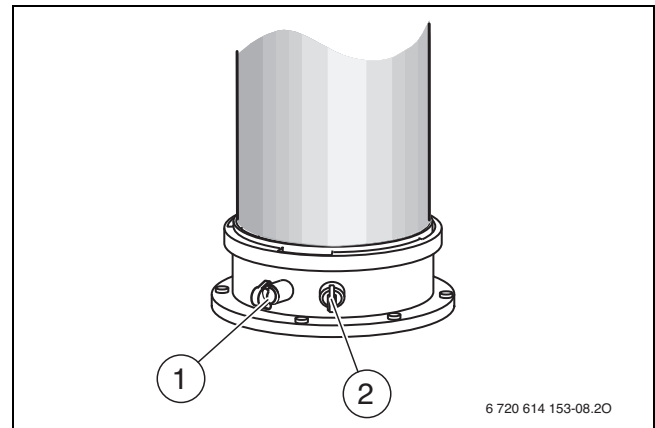

Bild 54 Abgasmessstutzen und Verbrennungsluft-Messstutzen
- ▶ Stopfen am Verbrennungsluft-Messstutzen (→ Bild 54, [2]) entfernen.
- ▶ Stopfen am Abgasmessstutzen (→ Bild 54, [1]) entfernen.